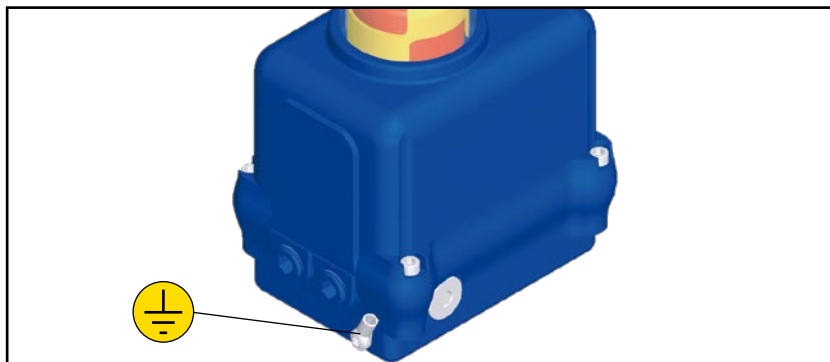

Abb. 7.4 -Elektrische Installation - Anschluss für Schutzleiter
**Vergewissern Sie sich das Sie die richtige Anschlussspannung gewählt haben (Sie finden die Anschlussspannung auf dem Typenschild des Antriebs). Vergessen Sie auf keinen Fall die beiden Anschlüsse für den Schutzleiter zu verdrahten (Ein Anschluss ist im Abtrieb mit einem Aufkleber gekennzeichnet und ein Anschluss befindet sich neben den beiden Kabelverschraubungen für die elektrischen Leitungen (siehe Abbildung 7.4).**